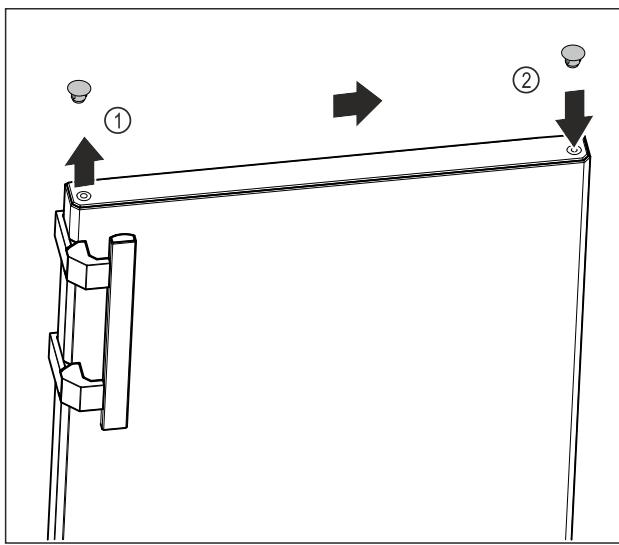

Fig. 13
- Ngrini lart me kujdes tapat mbulese të anës së derës Fig. 13 (1) me një kaçavidë me kokë petë.
- Vendosni tapat mbuluese në anën e kundërt. Fig. 13 (2)